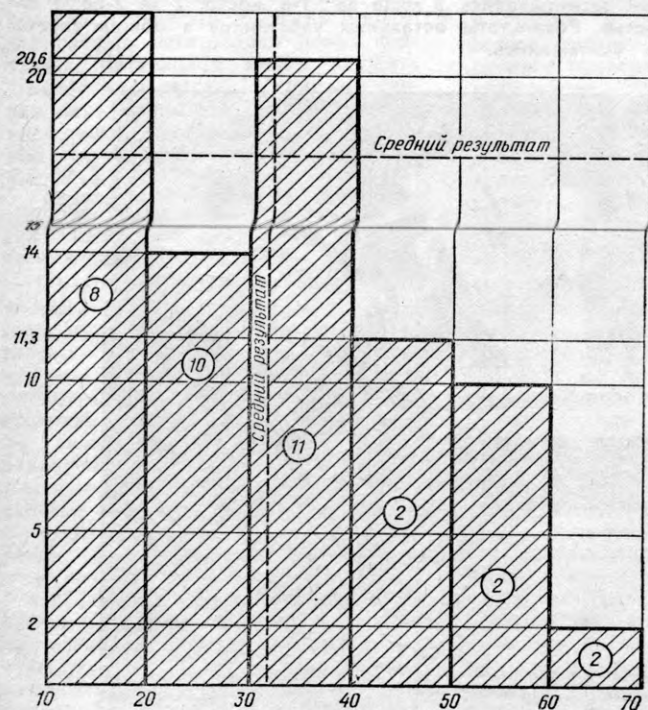

Рис. 3. Зависимость уровня профессионального мастерства участника от физической подготовки
25), занятых участником в специальных видах — рубке полосы, резке провода и сращивании тросов (рис. 3).